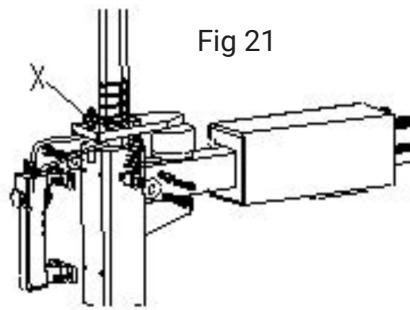

Fig 21
Obs! Om vertikalarmen inte är låst eller inte uppfyller kravet om 2-3 mm från botten av monterings-/demonteringshuvud till fälgen, justera hexagonal låsplatta, (bild 21) och justera (X).